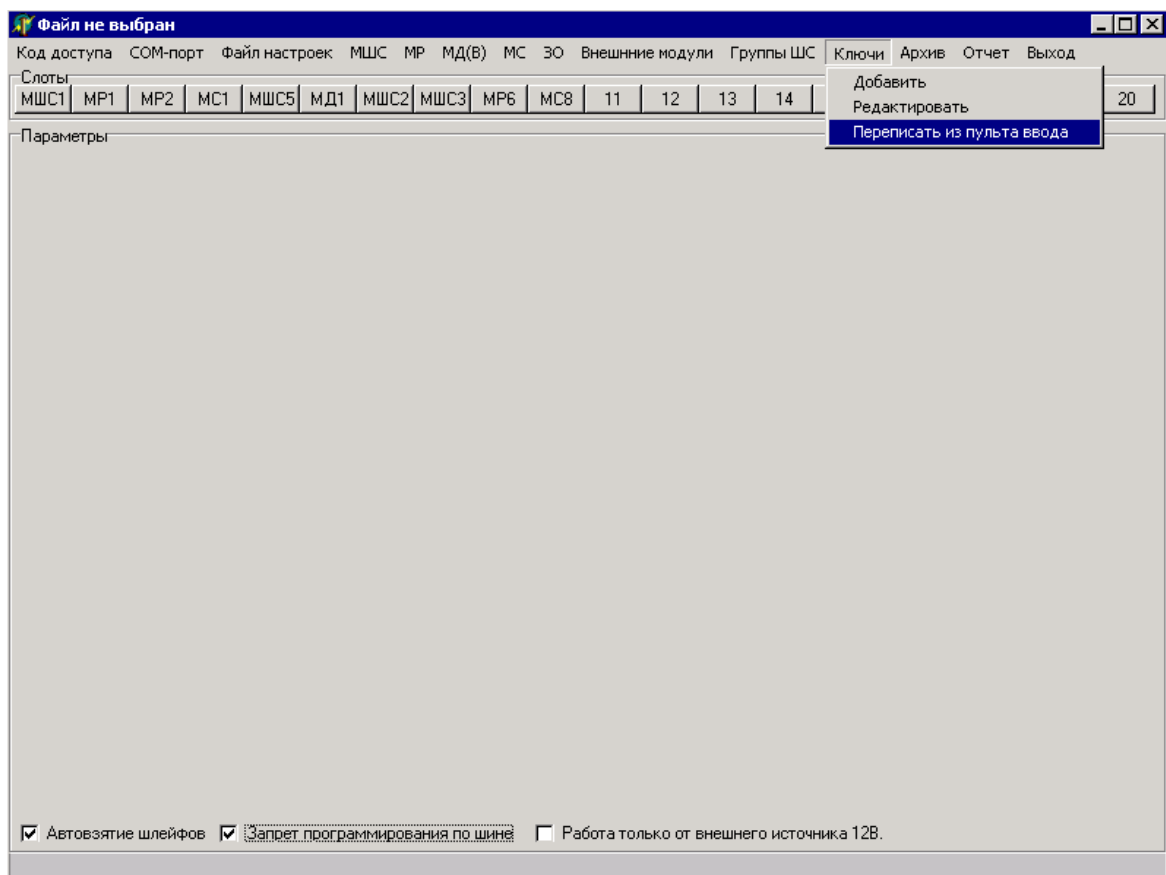

Рисунок 22
- в основном окне программы **выбрать команду главного меню** «Ключи \ Переписать из пульта ввода» (рисунок 22);